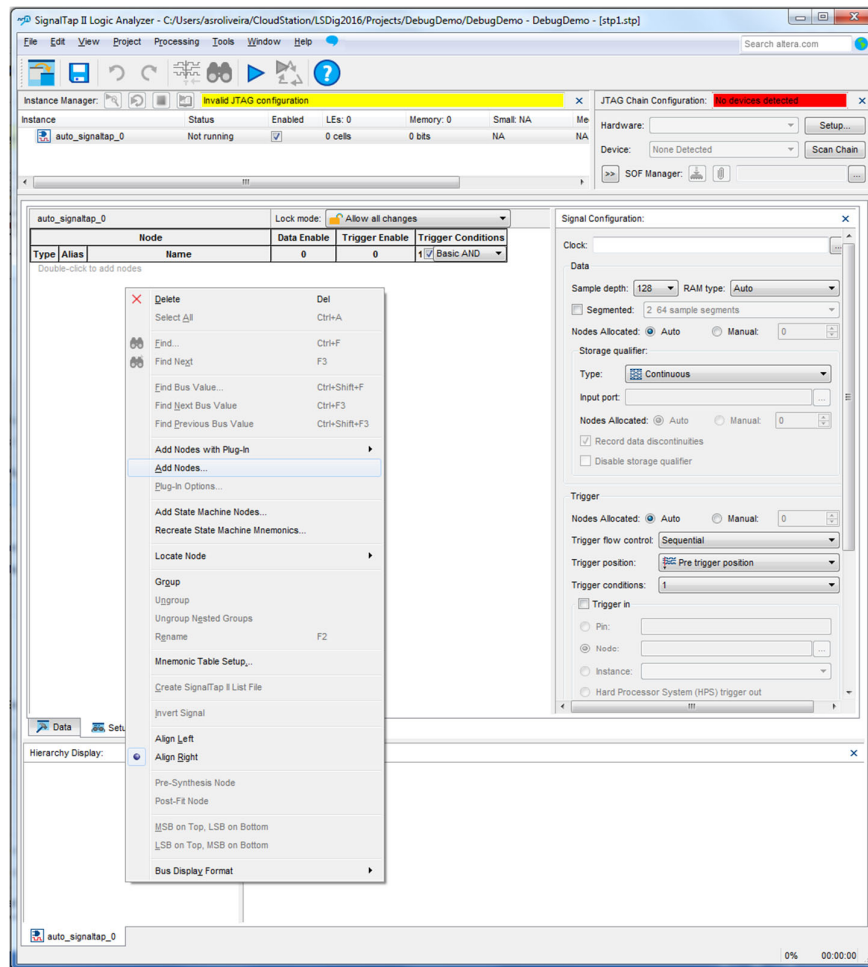
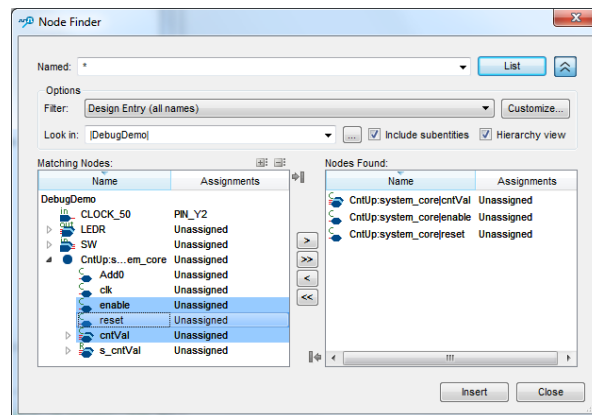

Figura 21 – Aspeto inicial da aplicação “SignalTap II Logic Analyser”.
Figura 22 – Portos do contador selecionados (“reset”, “enable” e “cntVal”).
3. Após a criação do ficheiro do tipo *SignalTap II Logic Analyser File* é apresentada a aplicação da Figura 21, onde devem ser especificados os sinais que se pretende capturar e visualizar, o sinal de *clock* usado para estabelecer a frequência de amostragem dos sinais, o número de amostras capturadas e as condições que disparam a amostragem. A configuração destes parâmetros vai ser descrita nos próximos pontos.
4. O primeiro passo é a adição dos nodos (sinais e portos) do sistema que se pretende capturar. Para tal, deve ser seleccionada a opção “Add Nodes...” do menu acessível com o botão direito do rato na área “Setup” mostrada na Figura 21. Os portos a seleccionar para captura e visualização no analisador lógico são os apresentados na Figura 22. Selecione a opção “Design Entry (all names)” no parâmetro “Filter”.